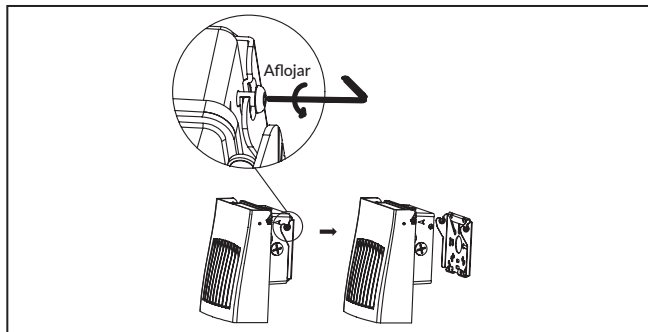

Figura 1
- Utilice una llave Allen de 3/32 in (0,23 cm) para desatornillar parcialmente los 2 tornillos de retención laterales, hasta que la placa de montaje quede suelta, y así, separar la placa de montaje del luminario. (Figura 1)